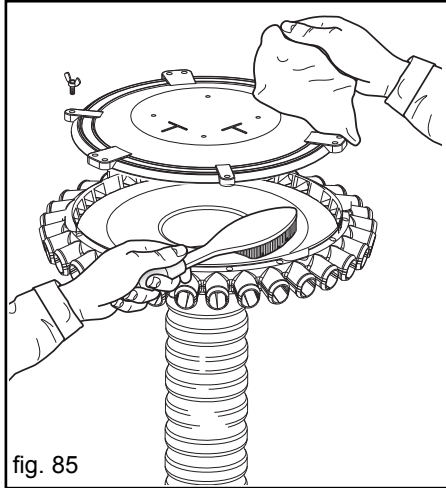

fig. 85
CADA 50 HORAS DE TRABAJO	<ul style="list-style-type: none"> - Engrasar todos los elementos surcadores (C, Fig. 81). - Efectuar una limpieza cuidadosa y completa del cuerpo del dosificador (véase cap. 3.5.1). - Limpie completa y cuidadosamente el cabezal de distribución (Fig. 85): <ul style="list-style-type: none"> • Afloje y extraiga las tuercas de mariposa (A); • Quite la tapa del distribuidor (B); • Limpie con un cepillo las partes de metal y con un paño, las de plástico; • Vuelva a montar la tapa y fíjela con las tuercas de mariposa. - Controle la correcta alineación de las ruedas dentadas y la tensión de las cadenas de transmisión para evitar el desgaste rápido o la rotura de los órganos de transmisión.